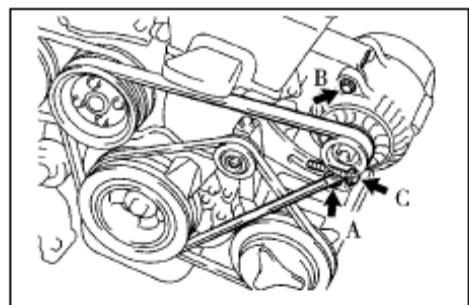

Рис. 27
1. Снимите ремень с генератора (см. Рис. 27).
8. Установите ремень на генератор (см. Рис. 27).- 9. Отрегулируйте ремень на генераторе.